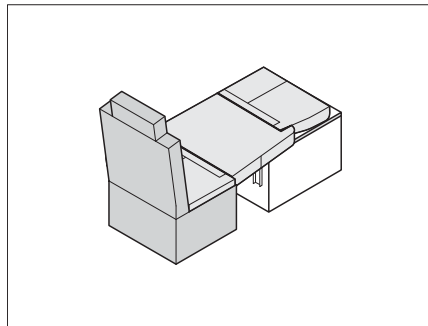

Bild 194 Positionera sittdynor
- Lägg sits- och extradynorna som visas på Bild 194.